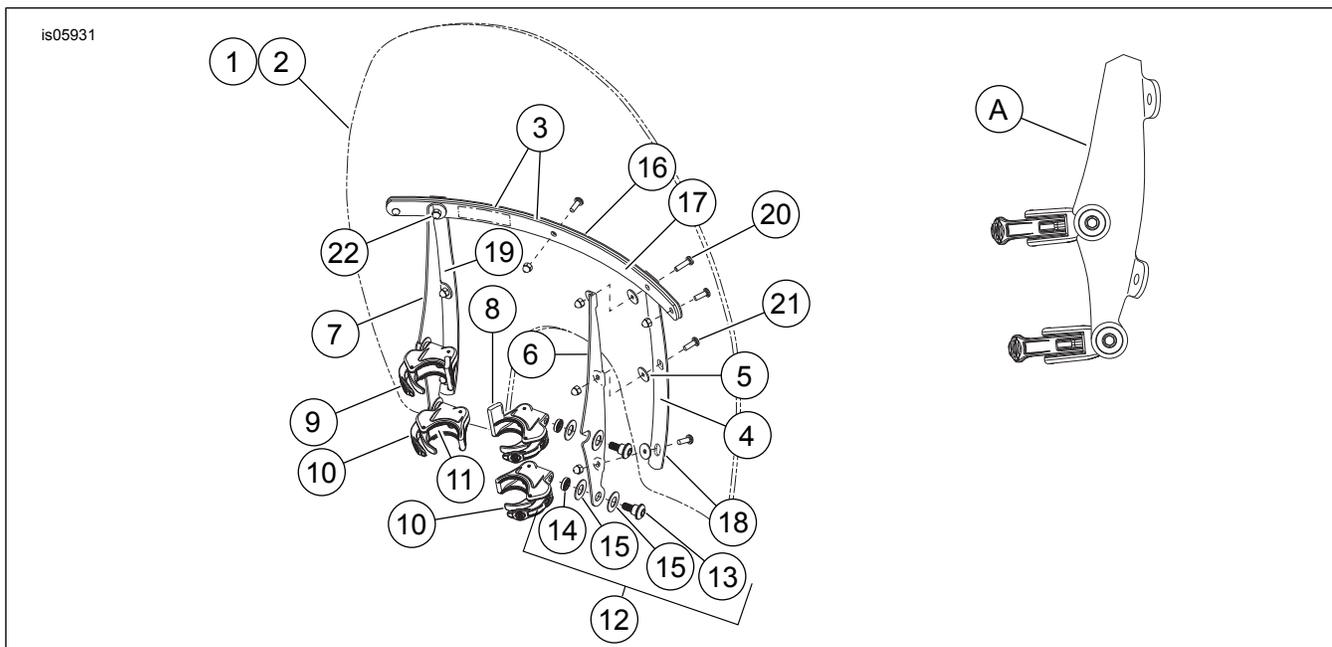

Figura 6. Parti di ricambio: Kit del parabrezza rimovibile a sgancio rapido
Vedere Figura 6 e Tabella 2.
- Vedere Figura 6 e Tabella 2. Riposizionare gli indicatori di direzione secondo le istruzioni incluse nel kit di riposizionamento degli indicatori di direzione (23).
- Vedere Figura 6 e Tabella 2. Rimuovere i kit dei morsetti e della bulloneria dall'imballaggio e separare le parti simili per prepararsi al montaggio. Si noti che i morsetti inferiori sono identici e che è possibile individuare i morsetti superiori destro e sinistro grazie alle prolunghie rivolte in alto.